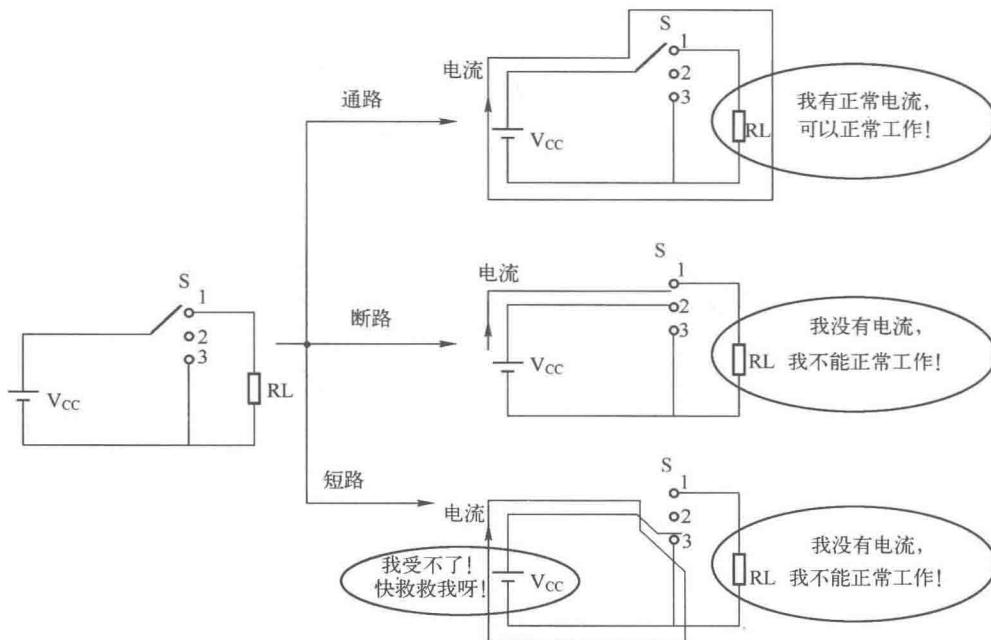

图 1.3 电路的三种状态
电路一般有3种工作状态：通路、断路和短路，如图1.3所示。
(1) 通路(闭路)：电源与负载接通，电路中有正常的电流通过，电气设备获得一定的电压和电功率。如图1.3中开关S置于“1”上。必须注意，处于通路状态的各种电气设备的电压、电流、功率等不能超过其额定值。
(2) 断路(开路): 电路断开, 电路中无电流通过, 又称空载状态。如图 1.3 中开关 S 置于“2”上。实际中, 电气设备之间、电气设备与导线之间接触不良也会使电路处于断路状态。
(3) 短路: 电源两端未经负载直接由导线相连接。如图 1.3 开关中 S 置于“3”上。此时, 电路中电流过大, 对电源来说属于严重过载, 导致烧坏电源或其他设备, 所以通常要在电路中安装熔断器等保护装置, 严防电路发生意外短路。